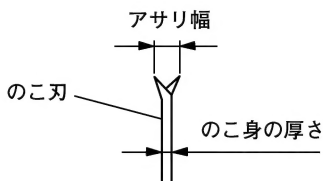

図 7-1
- 本機のソーガードの厚さは 1.8 mm です。アサリ幅が 1.8 mm より小さいのこ刃、また、のこ身の厚さが 1.6 mm を超えるのこ刃は使用しないでください。(図 7-1)